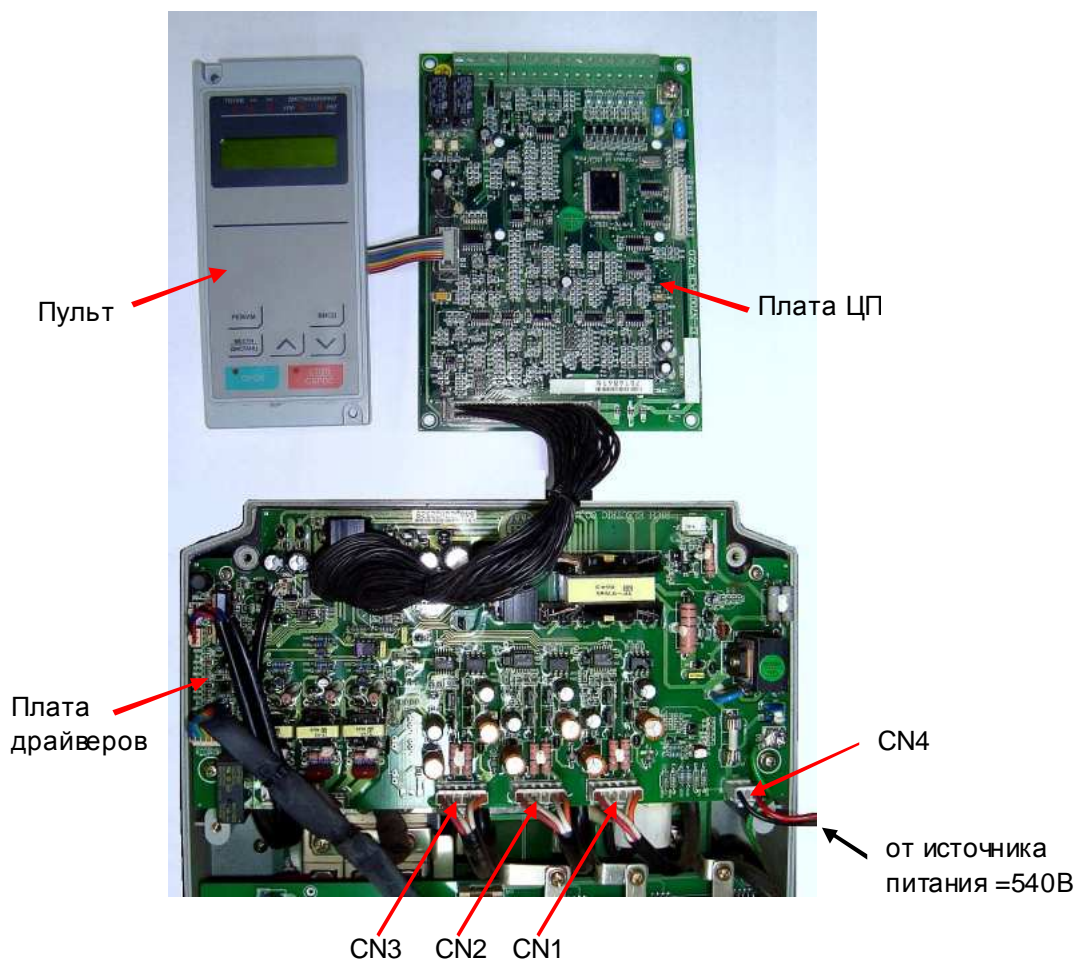

Рис. 4.17
4.8.9. Подключить исправные IGBT-модули к плате драйверов через соответствующие разъёмы CN1, CN2, CN3. Соединить плату драйверов с платой центрального процессора и пульта при помощи соответствующих жгутов (рис.4.17).
4.8.10. Подключить к разъёму CN4 платы драйверов (рис. 4.17) источник питания 540 В, установить опорную частоту 3 Гц, подать команду «Пуск» с пульта управления. Включить питание осциллографа, установить вертикальную развёртку 5 В/дел, горизонтальную 50 мкс/дел.